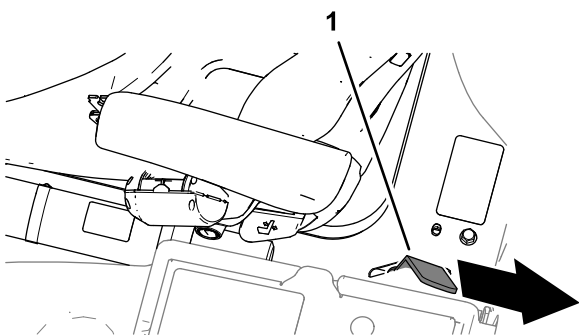

Figura 52
3. Desça completamente a plataforma e mova o manípulo de fecho em direção à traseira da máquina até que o fecho da plataforma engate completamente na barra de bloqueio (Figura 52).